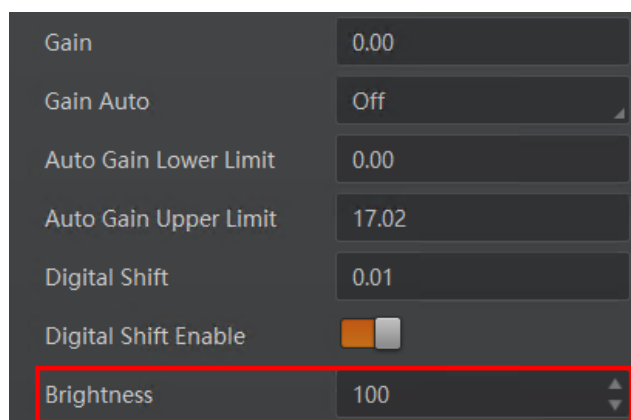

图11-20 亮度设置
2. 通过 *Analog Control* 属性下的 *Brightness* 参数进行设置，如图 11-20 所示。亮度参数范围为 0 ~ 255。